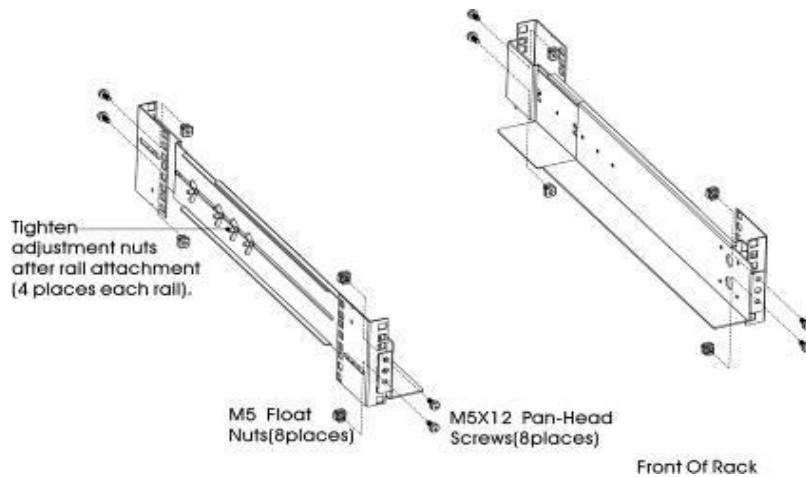

Рисунок 2 Закріплення рейок
- б) Виберіть відповідний розмір у стійці для розташування ДБЖ (див. Рисунок 2). Рейка займає чотири позиції спереду та ззаду стійки.